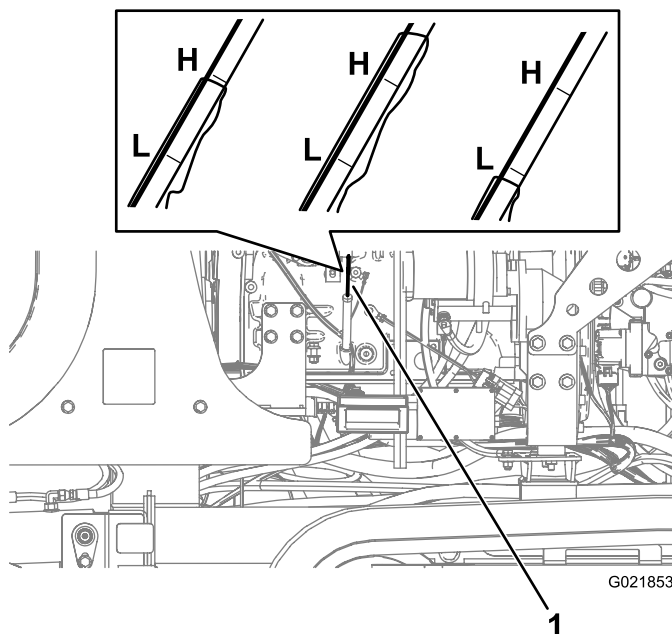

Figure 84
3. Retirez la jauge d'huile (Figure 84) et essuyez-la soigneusement.